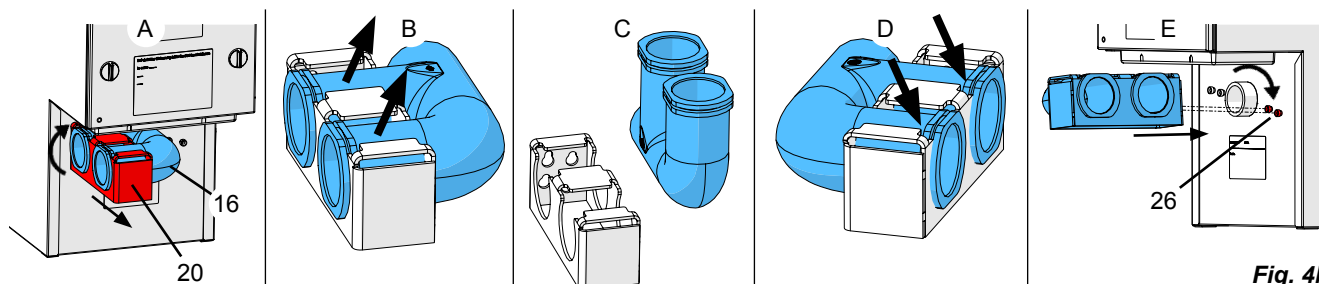

Fig. 4b
- ⇒ Inserire il collettore di aspirazione (16) sul manicotto dell'aspiratore e agganciare il supporto (20) sulle viti di supporto (26, Fig. 4b).